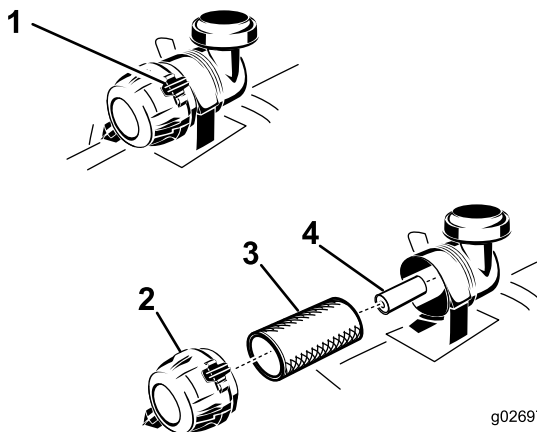

Figure 35
3. Appuyez sur les attaches du filtre à air pour les ouvrir et détachez le couvercle du boîtier du filtre à air (Figure 35).
5. Sortez le préfiltre du boîtier du filtre avec précaution (Figure 35).
- Montez le couvercle, reniflard en bas, et tournez-le pour que les attaches verrouillent le couvercle en place (Figure 35).
- Si vous remplacez l'élément secondaire, insérez-le avec précaution dans le boîtier du filtre (Figure 35).
- Glissez ensuite le préfiltre sur l'élément secondaire avec précaution (Figure 35).